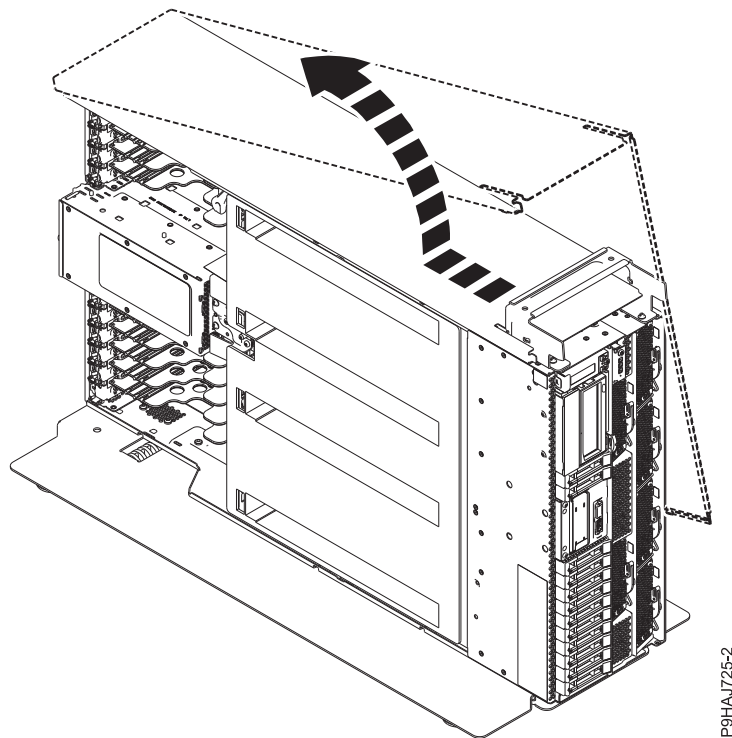

Abbildung 45. Seitenabdeckung ausbauen
6. Schieben Sie die Seitenabdeckung in der in Abb. 45 auf Seite 69 dargestellten Richtung vom System.